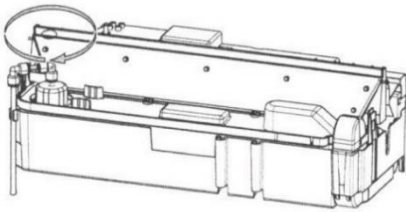

Fig 23
5. Sie sehen zwei orange Klips, die die Düse auf dem Sumpf befestigen, ein Klip befindet sich auf der rechten und der andere auf der linken Seite der Düse. Auf der linken Seite drücken Sie den Klip mit einer Hand herunter und mit der anderen heben Sie die Düse heraus. Gehen Sie auf der anderen Seite genauso vor (Abb. 23).